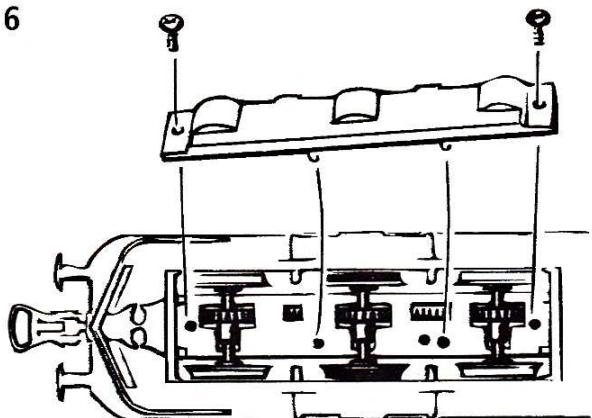

Fig. 7
2. Graissage: N'appliquez qu'une tout petite goutte aux endroits indiqués par le plan de graissage (fig. 7) après avoir démonté la caisse de la locomotive (fig. 3). Nous vous recommandons le graisseur à huile ROCO réf. 10906. Pour graisser les engrenages (roues dentées, vis sans fin) nous vous conseillons la graisse spéciale Roco ref. 10905 pour engrenages en matières synthétiques. Lorsque vous utilisez cette graisse il faut éviter d'huiler ces composants.
2. Graissage: N'appliquez qu'une tout petite goutte aux endroits indiqués par le plan de graissage (fig. 7) après avoir démonté la caisse de la locomotive (fig. 3). Nous vous recommandons le **graisseur à huile ROCO réf. 10906**. Pour graisser les engrenages (roues dentées, vis sans fin) nous vous conseillons la **graisse spéciale Roco ref. 10905** pour engrenages en matières synthétiques. Lorsque vous utilisez cette graisse il faut éviter d'huiler ces composants.